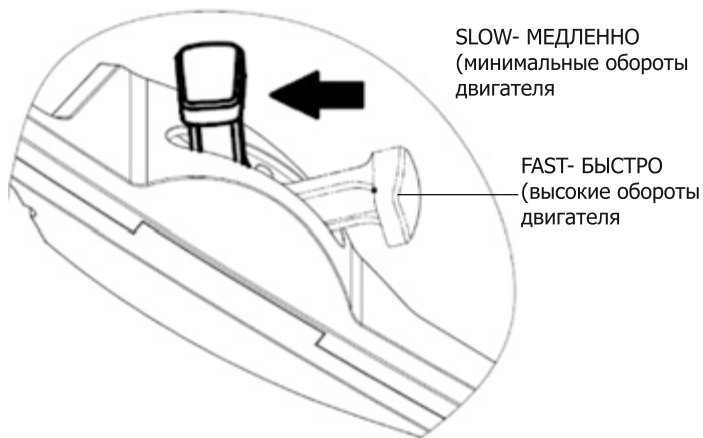

Рис. 25
- Переведите рычаг управления дроссельной заслонки в положение «SLOW» – медленно (минимальных оборотов двигателя), двигатель остановится (рис. 25).